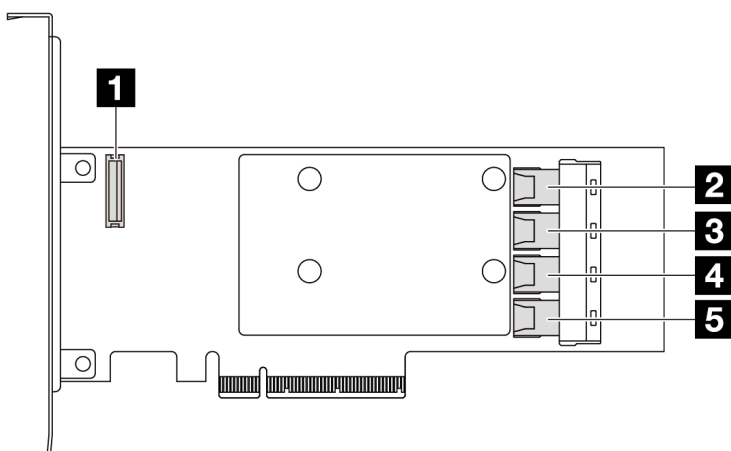

Figura 297. Um adaptador RAID/HBA Gen 3 16i SFF (quatro conectores de porta)
- Figura 297 "Um adaptador RAID Gen 3 16i SFF (quatro conectores de porta)" na página 297